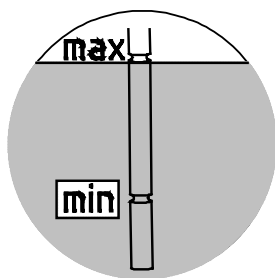

Рисунок 27: Проверка уровня масла с помощью масломерного щупа
4. **Редукторы с маслоизмерительным бачком:** Уровень масла в баке проверяется с помощью резьбовой пробки с масломерным стержнем (резьба G1¼). Уровень масла должен находиться между нижней и верхней отметкой полностью закрученного масломерного щупа (см. Рисунок 27). При необходимости слить лишнее масло или долить масло такой же марки. Разрешается эксплуатировать указанные редукторы конструктивных исполнений, перечисленных в разделе 7.1 "Конструктивные исполнения и техобслуживание"